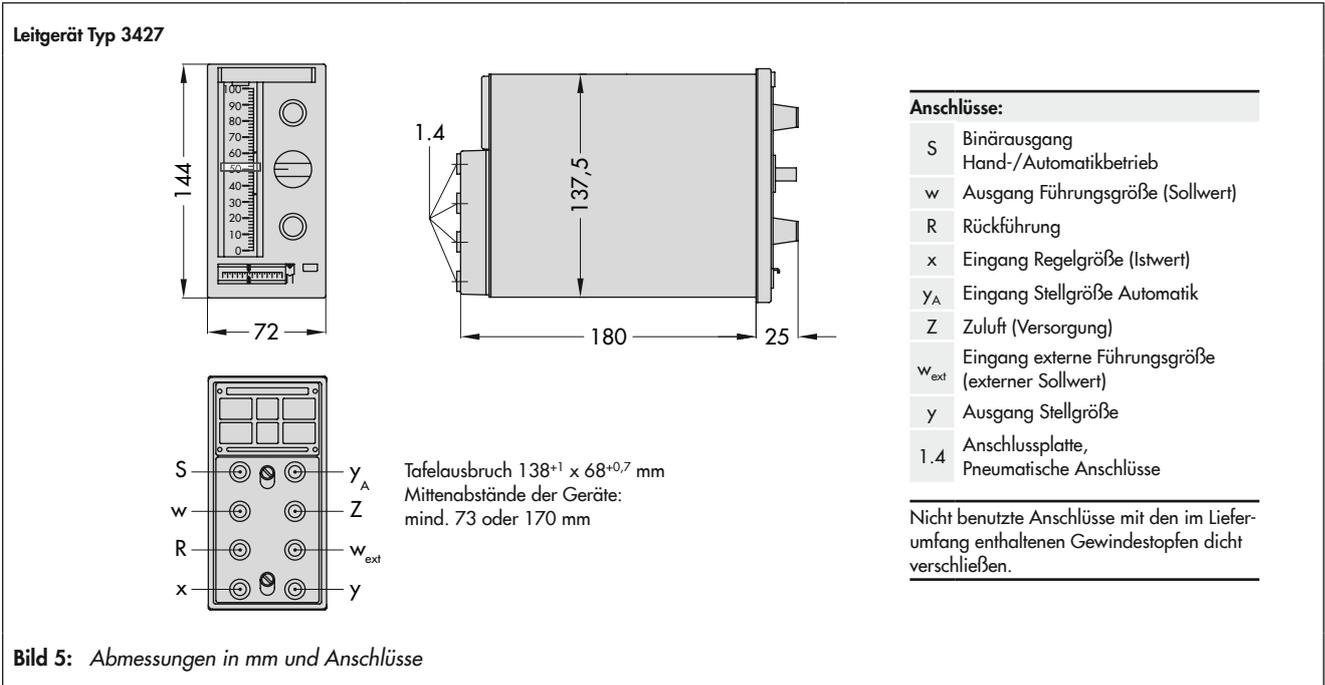

**Bild 3:** Leitgerät Ausführung 3427-1, Ansicht Einschub aus Gehäuse herausgezogen
- Das Bild 3 zeigt die Anzeige- und Bedienelemente.